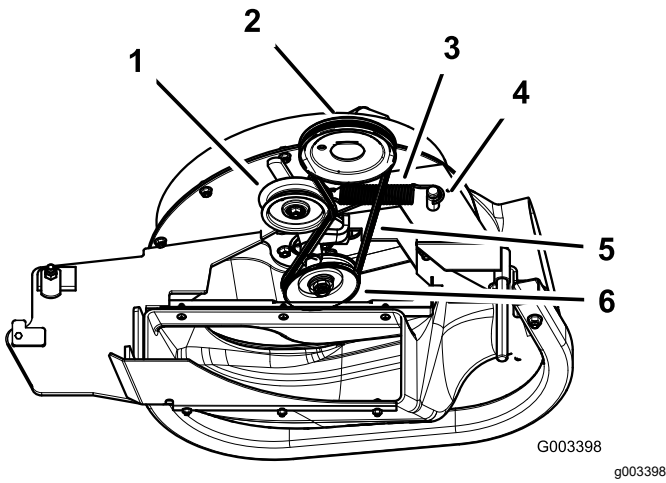

Figure 42
3. Tirez sur la poulie de tension rappelée par ressort pour détendre la courroie (Figure 42).
5. Montez la nouvelle courroie autour des poulies du ventilateur et de la poulie du plateau de coupe (Figure 42).
7. Tirez en arrière la poulie de tension rappelée par ressort et chaussez la courroie dessus (Figure 42).